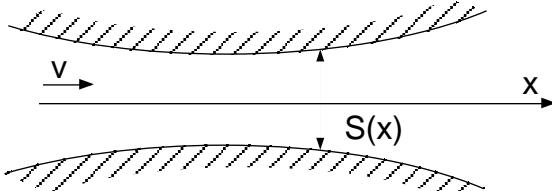

FIG. 4 – Schéma de la buse de Laval.
**3.2.1** On note  $S(x)$  la surface droite de la tuyère à l'abscisse x ( cf figure 4), que l'on note en abrégé S.